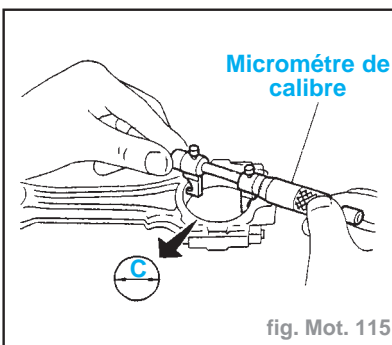

fig. Mot. 115
- Mesurer le diamètre intérieur "C" de chaque palier (fig. Mot. 115).